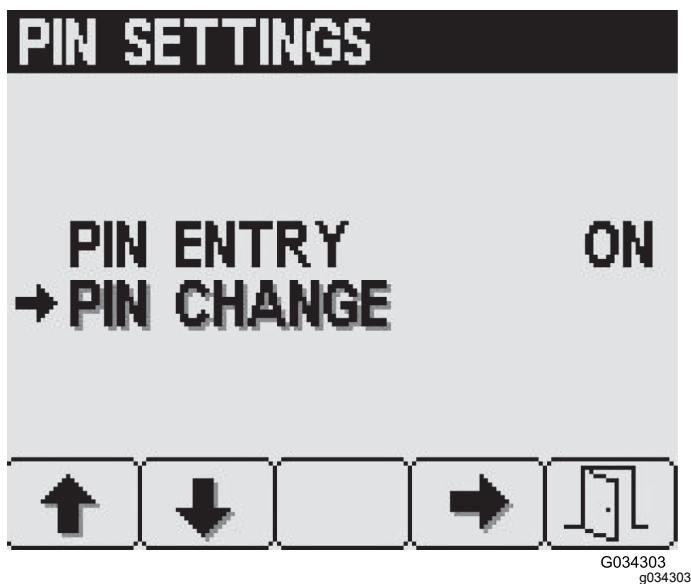

Bild 26
2. Drücken Sie die Taste 4, um die PIN-Anforderung auf ON oder OFF einzustellen (Bild 26).
1. Drücken Sie Taste 1 oder 2, um die Option PIN CHANGE auszuwählen (Bild 26).
2. Drücken Sie Taste 4, um den Eintrag PIN CHANGE auszuwählen (Bild 26).